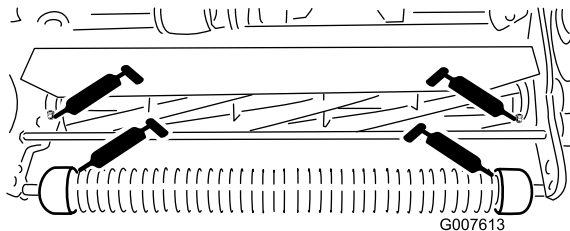

Figura 21
- 2 en el rodillo delantero (Figura 21)
- 2 en los cojinetes del molinete (Figura 21)